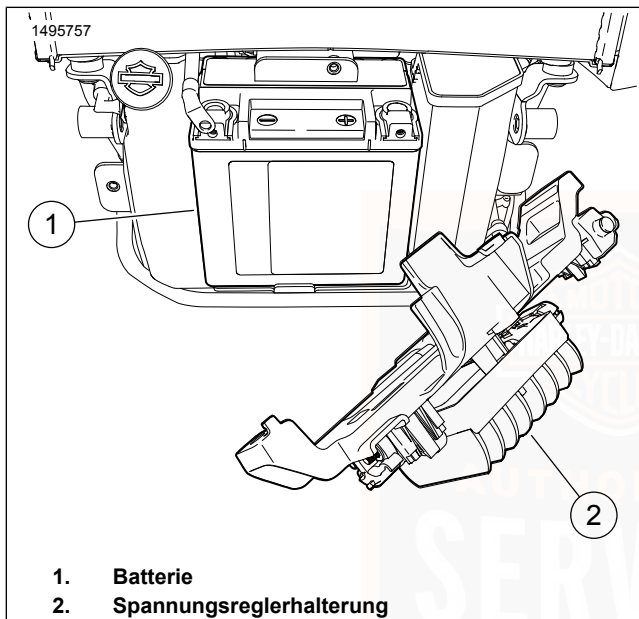

Abbildung 80. Spannungsreglerhalterung
6. Siehe Abbildung 80. Die Spannungsreglerhalterung (2) beiseiteschieben.